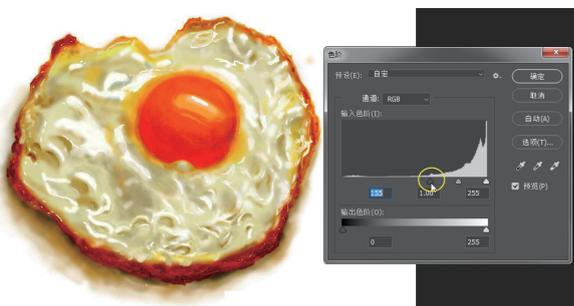

图 5-16
**02** 执行“图像”|“调整”|“色阶”命令, 打开“色阶”对话框。通过该对话框调整图像的色阶, 使煎蛋的边界与背景颜色形成强烈反差, 以便套索工具选取煎蛋的边界, 如图 5-16 所示。